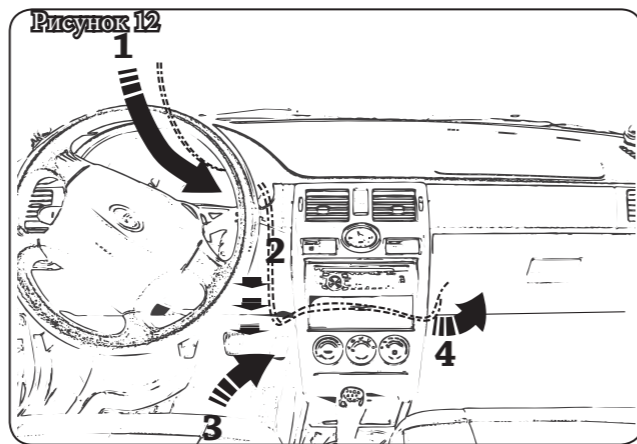

Рисунок 12
- конец с металлическим штекером просунуть в окно для ЭКП (на Рис.12 указатель1), и пропустить за панелью вниз к педалям (на Рис.12 указатель 2) ;
- завести за панель отопителя(Рис.12 указатель 3);